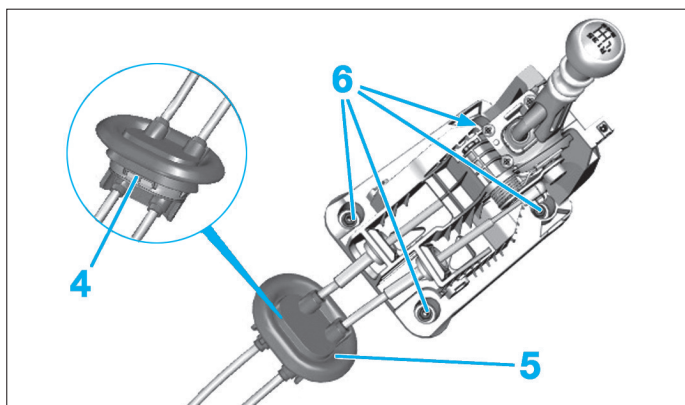

Fig. 12
- Dégrafer l'entretoise de maintien (4) du joint d'étanchéité (Fig.12).
- Ecarter le joint d'étanchéité (5).
- les 4 écrous (6),